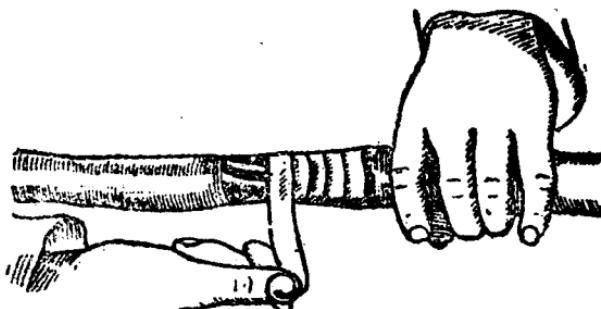

图2 在损坏的地方缠上胶带
(2) 用未硫化的胶带，从削好的斜坡上起缠到已准备好了的另一端电缆上。缠胶带时，应尽量缠紧，直到这一段的外径比原来电缆外径稍大一点时为止。图2是表示用未硫化的胶带对损坏处加以缠绕的方法。为了改善胶带和电缆的连接，每一层缠好的胶带，以及电缆外皮削皮的地方，应使用纯净汽油擦净。